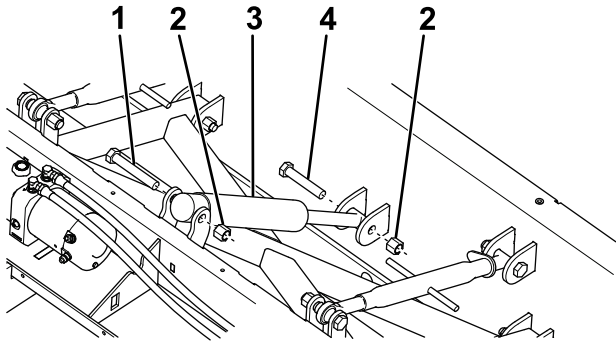

Figure 7
1. Fixez sans serrer le vérin de levage au support central de la lame centrale à l'aide d'un boulon (3/4 x 4 po) et contre-écrou, comme illustré à la Figure 7.
2. Fixez sans serrer l'autre côté du vérin de levage au support central de l'ensemble coupleur à l'aide d'un boulon (3/4 x 4-3/4 po) et contre-écrou (Figure 7).